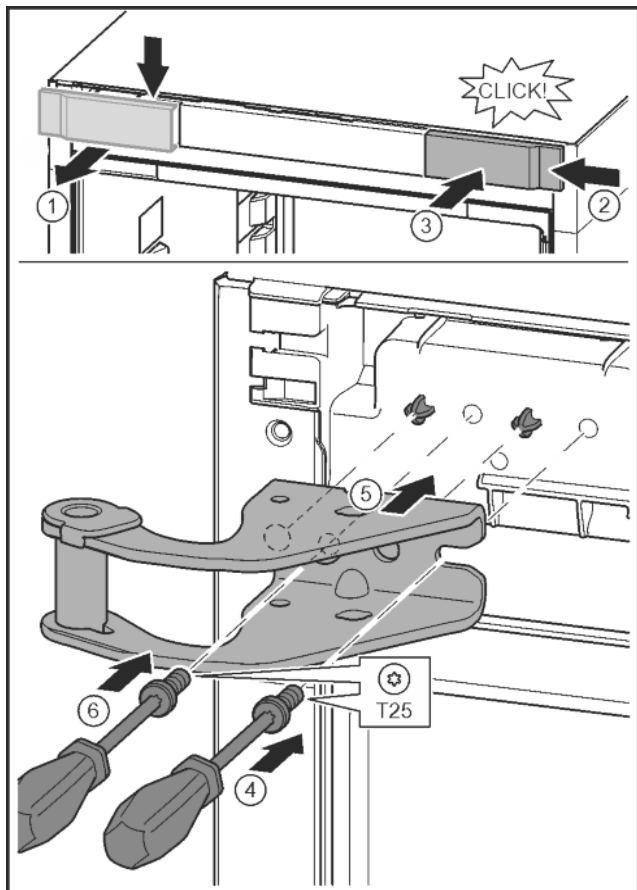

Fig. 11
- ▶ Za pomocą śrubokrętu zwolnić osłonę i zdjąć w bok. Fig. 11 (1)
- ▶ Osłonę obrócić o 180° i założyć z drugiej strony od prawej. Fig. 11 (2)
- ▶ Zazębić osłonę. Fig. 11 (3)
- ▶ Śrubę założyć przy pomocy śrubokręta T25. Fig. 11 (4)
- ▶ Założyć górną płytkę zawiasu. Fig. 11 (5)
- ▶ Dokręcić śrubę. Fig. 11 (4)
- ▶ Śrubę założyć przy pomocy śrubokręta T25 i mocno dokręcić. Fig. 11 (6)